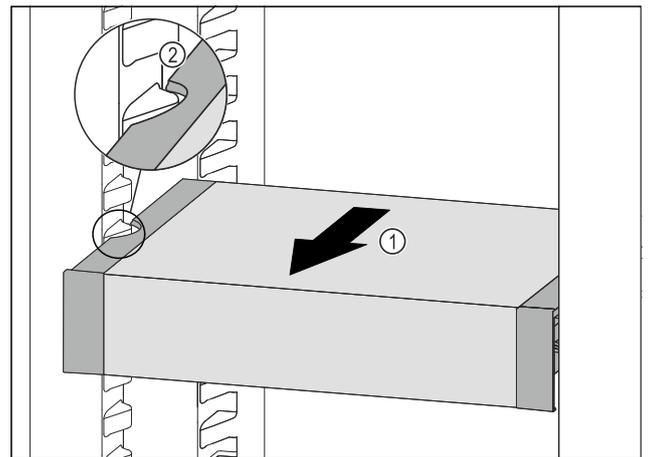

Fig. 131
- ▶ Trageți în față VarioSafe Fig. 131 (1), până când degajările laterale ale VarioSafe se află la înălțimea nervurii recipientului din frigider. Fig. 131 (2)